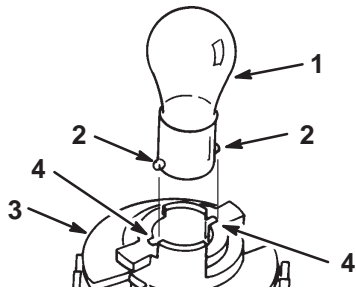

Abbildung 35
4. Die Birne hereindrücken, im Gegenuhrzeigersinn bis zum Anschlag drehen (ca. 1/4 Umdrehung) und aus der Birnenfassung herausnehmen (Abb. 35).
1. Die Glühbirne hat Metallstifte an der Seite ihrer Basis. Die Stifte auf die Schlitzlöcher in der Birnenfassung ausrichten und die Basis in die Fassung einsetzen (Abb. 35). Die Birne hereindrücken und bis zum Anschlag im Uhrzeigersinn drehen.